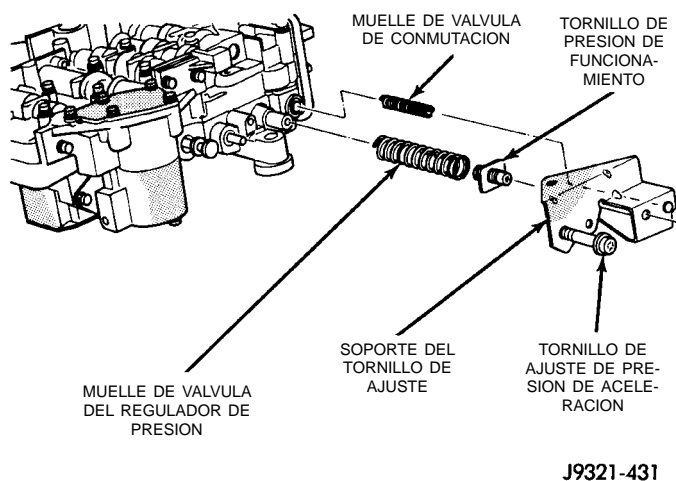

Fig. 60 Soporte del tornillo de ajuste y muelle
(21) Retire el soporte del tornillo de ajuste, el tornillo de ajuste de la presión de funcionamiento, el muelle de la válvula del regulador de presión y el muelle de la válvula de conmutación (Fig. 60). **No retire el tornillo de ajuste de la presión de aceleración del soporte y no modifique los reglajes del tornillo de ajuste durante el desmontaje.**